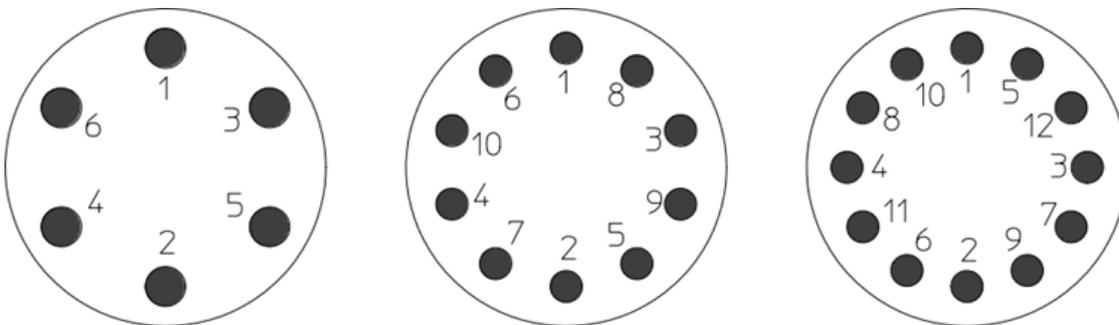

Abbildung 1: Schaubild Anzugs-Reihenfolge je nach Schraubenanzahl am Anschlagpunkt
1. über Kreuz, wie in Abbildung 1 dargestellt, mit Schlagschlüssel /Schlagschrauber und 500Nm Drehmoment anzuziehen.